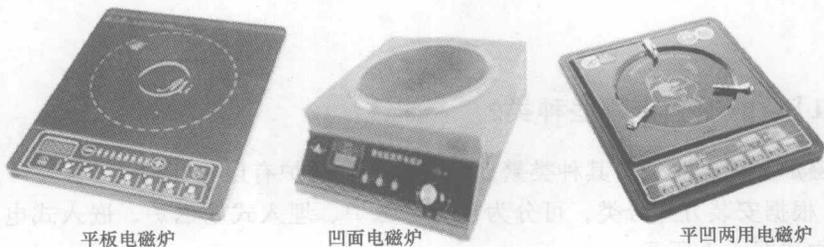

图 1-3 电磁炉实物 (3)
5) 根据适用锅具分类, 可分为平板电磁炉、凹面电磁炉、平凹两用电磁炉, 实物如图 1-3 所示。